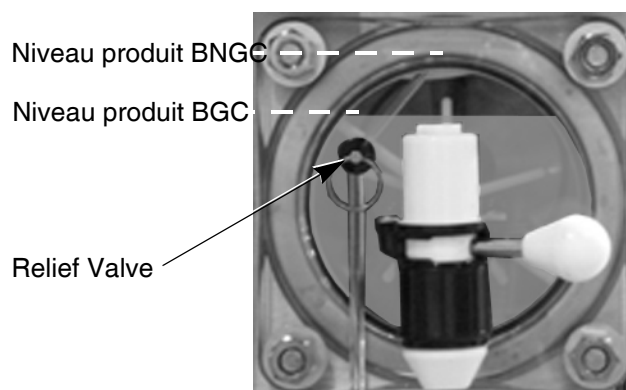

Figure 6.
2.	Remplir le barillet let en tirant pour ouvrir la vanne de décharge de la plaque frontale du barillet let (voir la Figure 6.). Le produit va alors se remplir à l'intérieur du barillet let. Continuez à remplir le barillet let jusqu'à la ligne de repérage sur la plaque frontale (voir Figure 6.)